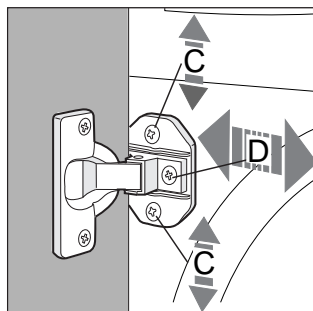

Fig. 7
- Para regular la posición del panel de madera en sentido vertical y horizontal, accionar los tornillos **C** y **D** como se indica en la fig. 7.